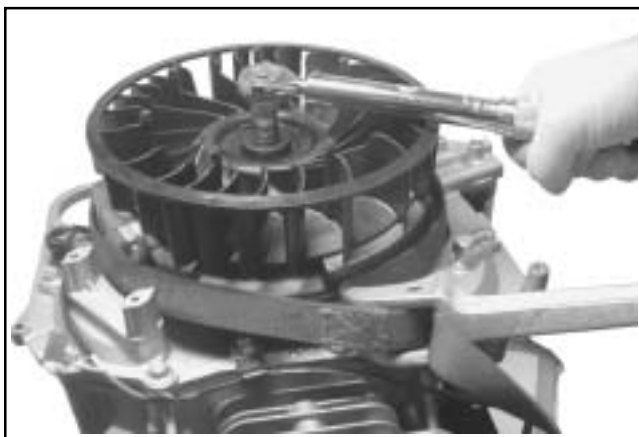

Figura 10-46. Apriete del volante.
5. Utilice una llave de correa de volante o una herramienta especial para sujetar el volante. Aplique un par de apriete a los tornillos hexagonales de **66,5 Nm (588 in lb)**. Ver Figura 10-46.